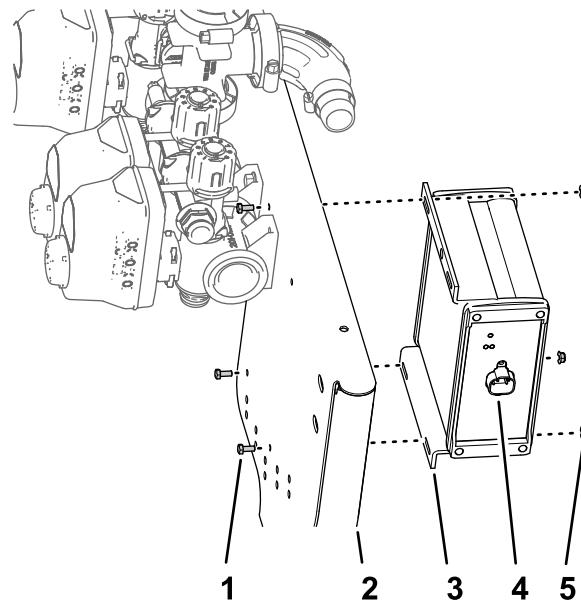

图98
1. 将 ASC 10 打药机控制器与阀门安装架前侧对齐4针接头向外 图98。
2. 使用 3 个螺栓 $3 \times 10\text{mm}$ 和 4 个凸缘锁紧螺母 4mm 将打药车控制器安装到阀门安装架上 图98。